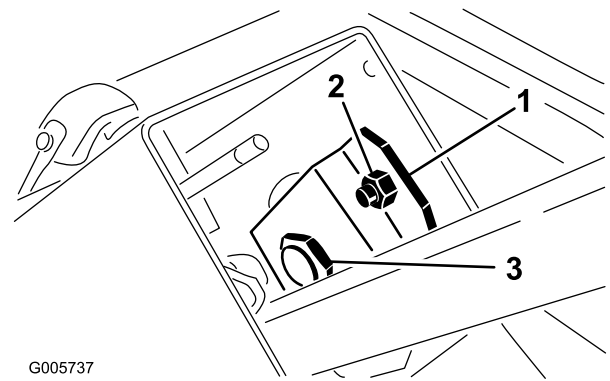

Bild 73
1. Nehmen Sie das Handrad von der Feststellbremse und die Schrauben von der Lenksäulenabdeckung ab. Schieben Sie die Abdeckung auf die Lenkwelle, um die Schwenkhalterung freizulegen (Bild 73).
2. Lösen Sie die kleine Mutter, drehen Sie die Schwenkhalterung, bis die große Mutter darunter fest angezogen ist (Bild 73). Ziehen Sie die kleine Mutter wieder an.